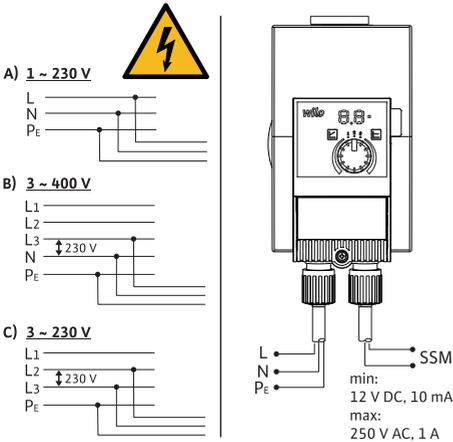

Fig. 3: 连接方式
- 连接到230 V的低压电源。当连接到IT电源（Isolet Terre电源类型）时，要绝对确保火线之间（L1-L2, L2-L3, L3-L1 → Fig. 3）的电压不超过230 V。